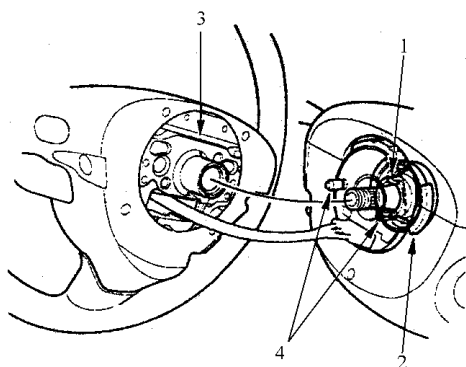

图 7-9 安装转向盘
2) 如图 7-9 所示，定位转向信号取消套筒的两个凸耳。将转向盘安装到转向柱轴上，确保转向盘毂与转向线盘上的销和取消套筒上的凸耳啮合。安装转向盘时，不要击打转向盘和转向柱轴。